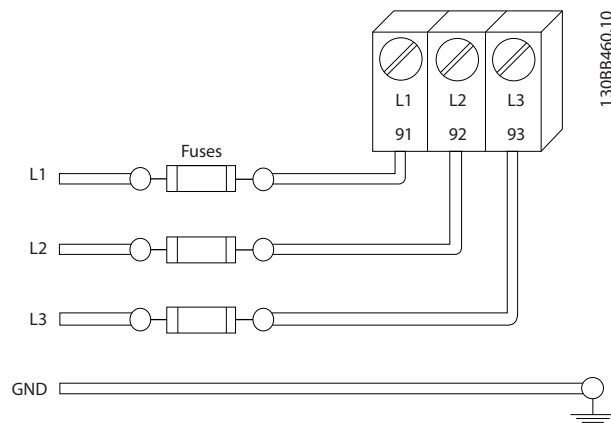

Bild 2.7 Frekvensomformare Säkringar
- Alla frekvensomformare måste ha kortslutningsskydd och överspänningsskydd. Ingångssäkring krävs för att ge skydd, se Bild 2.7. Om de inte fabriksmonteras måste säkringar levereras av installatören som en del av installationen. Maximala säkringsklassificeringar finns i 10.3 Säkringstabeller.